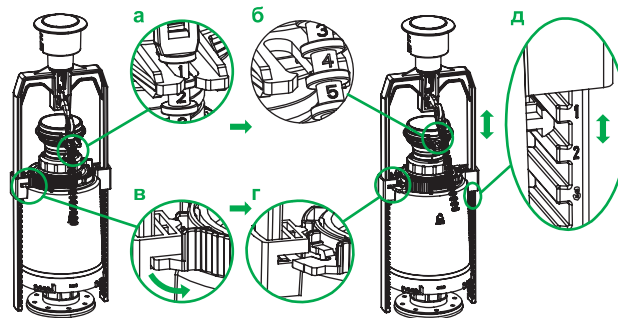

Рис. 4 / 4-сур.
3. Отсоедините стержень (тягу коромысла) от трубки перелива (рис. 4а, б).
4. Поверните фиксатор коромысла против часовой стрелки на 15° (рис. 4в, г) и установите необходимую высоту коромысла (рис. 4д), чтобы при установленной крышке бачка кнопка спуска могла сделать 2–5 оборотов по часовой стрелке.